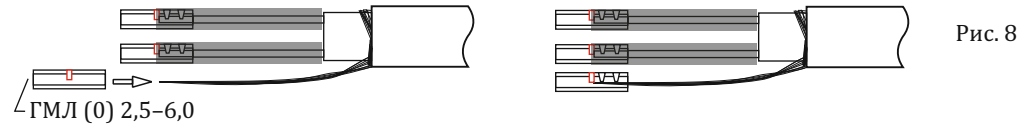

Рис. 8
На скрученную в жгут оплетку заземления надеть гильзу ГМЛ (0) 2,5–6,0 (поз.2), обжать кримпером (см.рис.8).